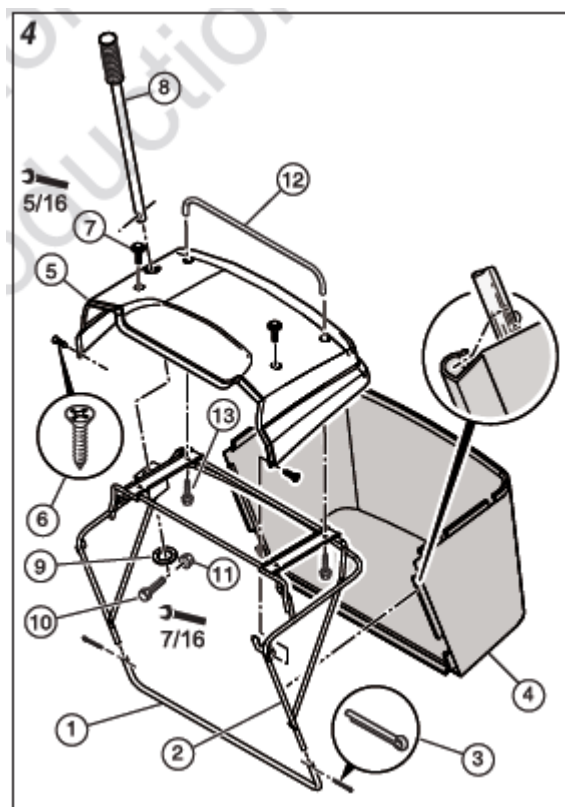

Рис. 4
1. Вставьте нижнюю трубку (1) в рамку (2) (см. рис. 4).
3. Вставьте в отверстия шплинты (3) и разведите усики.
4. Вставьте собранную рамку в чехол травосборника (4).
6. Выровняйте отверстия рамки и кожуха травосборника (5).
8. Вставьте ручку травосборника (8) в отверстие кожуха и рамки.
9. Закрепите ручку при помощи шайбы (9), винта (10) и гайки (11).
10. Закрепите заднюю ручку (12) на кожухе с помощью двух винтов (13).